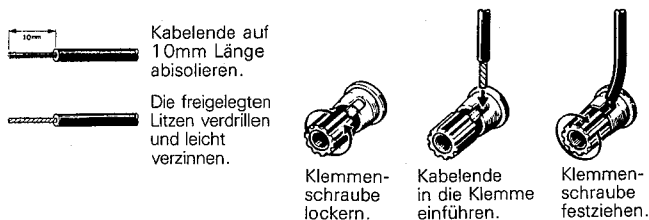

Fig. 3 Lautsprecheranschluß mit gewöhnlichem Kabel
1. Den linken Lautsprecher gemäß Fig. 3 mit den Klemmen LEFT SPEAKERS B, den rechten mit den Klemmen RIGHT SPEAKERS B verbinden.